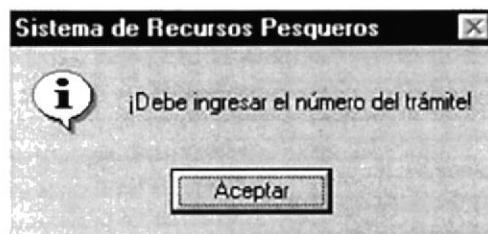

Figura 10.47 Mensaje Ingresar Número de Trámite
3. Si se ha realizado un ingreso y no escribió el número del Trámite asociado se mostrará el siguiente mensaje (ver figura 10.47)